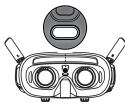

图 1-3
- ③ 按下飞行眼镜的对频按键 [图 1-3]，飞行眼镜响起嘀 ~ 嘀 ~ 的提示音。